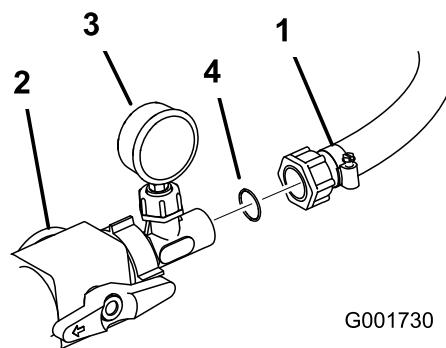

Figura 15
- Instale una junta tórica de plástico entre el conjunto del manómetro y la manguera que va al conjunto del carrete. Conecte la manguera al conjunto (Figura 15). Apriete la tuerca de plástico en la manguera para sujetarla al conjunto del manómetro.